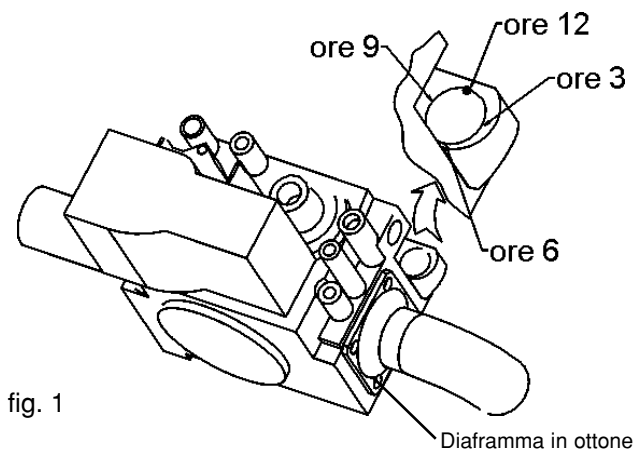

fig. 1
- Smontare il coperchio del bruciatore (27).
- Allentare al massimo i due dadi dei prigionieri che fissano il gruppo bruciatore (25).
- Ruotare l'intaglio della vite in plastica presente nella parte posteriore destra della valvola in posizione "ore 6"; (fig. 1)
- Inserire a valle della valvola il diaframma in ottone a corredo del kit (ø 4,0 per versione 27; ø 3,9 per versione 32 e 18); (fig. 1)
- Portare l'intaglio della vite in plastica presente nella parte posteriore destra della valvola in posizione ore 3 (fig. 1);